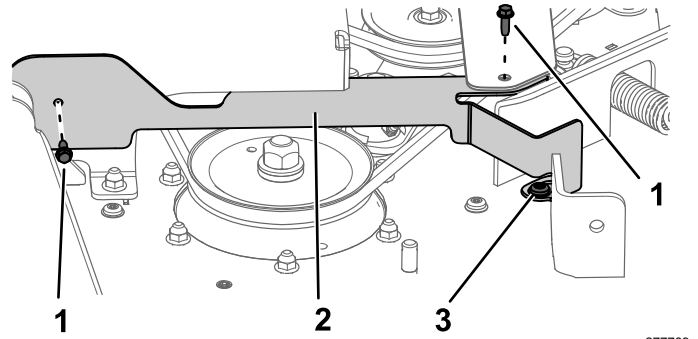

Figura 32
2. A la derecha de la máquina, retire los pernos de cabeza de arandela ($\frac{1}{4}'' \times \frac{3}{4}''$) y afloje el perno de cuello largo (Figura 32). Retire el protector.